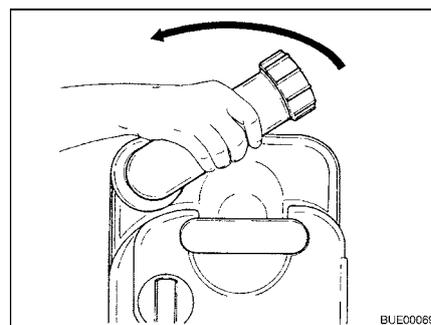

Fig. 154 Girar el tubo de vaciado
- Girar hacia arriba el tubo de vaciado (Fig. 154).